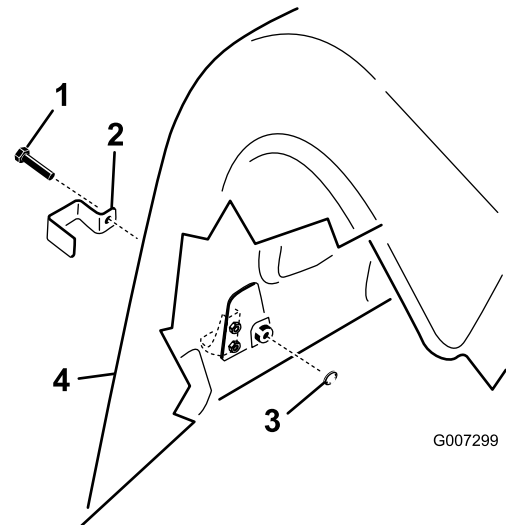

Figure 18
1. Sur le modèle ProCore 864, fixez une patte de blocage par dessus les verrous de capots supérieurs et inférieurs arrière gauches et droits à l'aide d'une vis d'assemblage (4 en tout) ; voir Figure 18.
et le verrou de capot supérieur extérieur des capots arrière droit et gauche avec une vis d'assemblage (3 par tête d'aération, 6 en tout) ; voir Figure 18.
3. Avec une pince ou une clé réglable, vissez une rondelle de blocage interne sur chaque vis (1 à 2 filets) pour fixer le verrou (Figure 18).